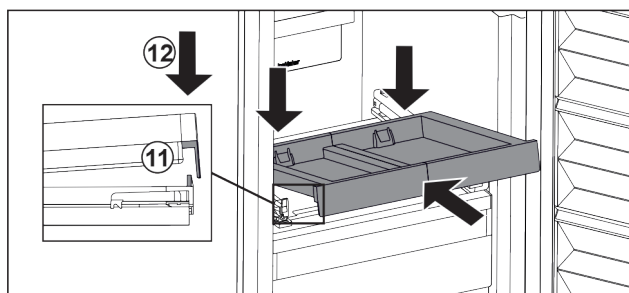

Fig. 84
- ▶ Vstavite jo v poševnem položaju. Pazite, da je nastavek na obeh straneh za jezičkom. Fig. 84 (11)
- ▶ Izvlečno polico odložite spredaj. Fig. 84 (12)